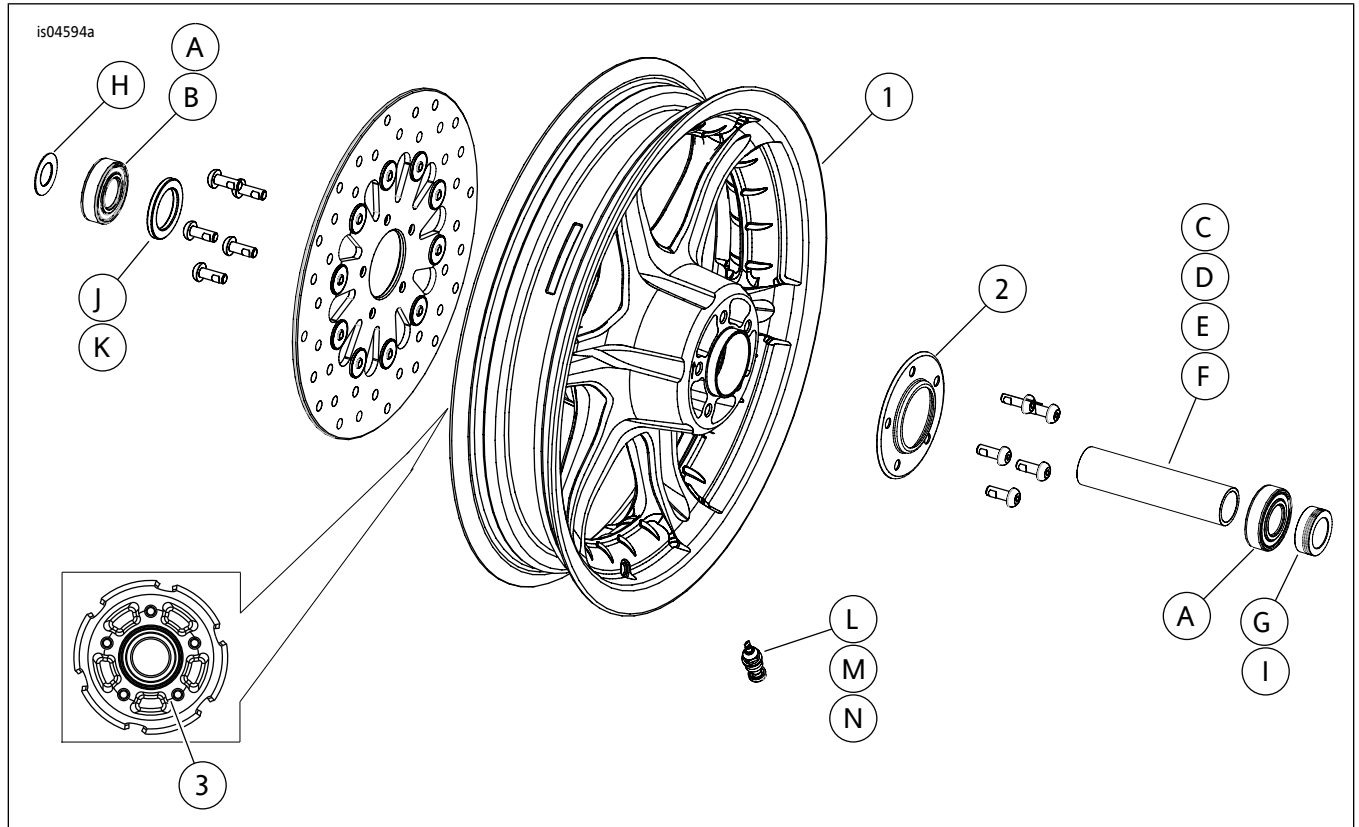

图2。维修零件：开槽式六辐条前轮（图中显示16英寸车轮）
这些套件包括定制车轮，根据套件，还可能包括轮毂盖。参见图2。和表3以了解套件内容。
2. 参见图2。在车轮上安装阀杆组件( L、M或N )。参阅维修手册中的“轮胎”部分。